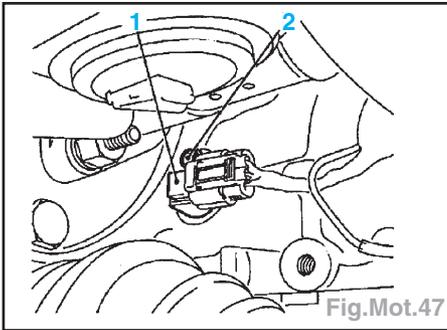

Fig.Mot.47
- Débrancher la fiche, déposer la vis (2) et le capteur de vilebrequin (1) (Fig.Mot.47).